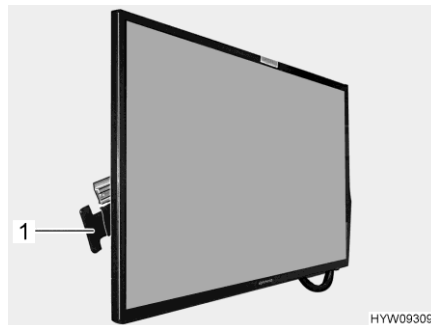

Bild 68 Platt bildskärm
- Tryck handtaget (Bild 68,1) i riktning mot den platta bildskärmen och håll det nedtryckt. Den platta bildskärmen är upplåst.